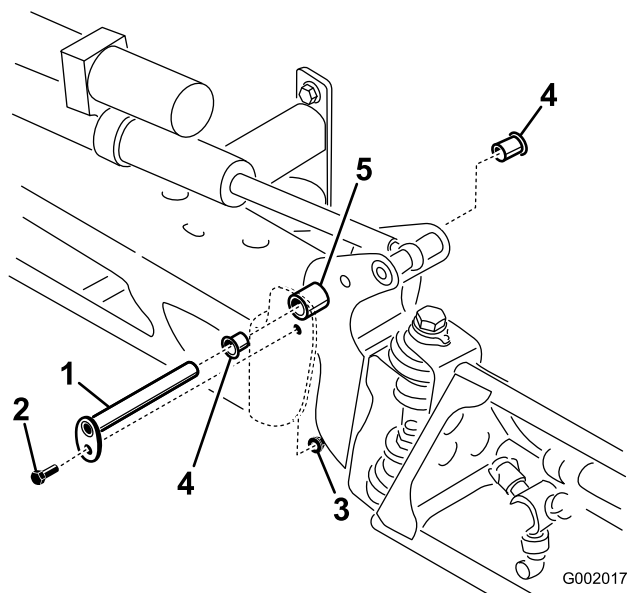

Figure 21
3. Lorsque le poids de la rampe est supporté, retirez le boulon et l'écrou qui fixent l'axe de pivot à l'ensemble rampes (Figure 21).
6. Déposez et examinez les bagues en nylon à l'avant et à l'arrière du support de pivot (Figure 21).
8. Montez l'ensemble rampe et support de pivot dans le bâti central en alignant les ouvertures (Figure 21).